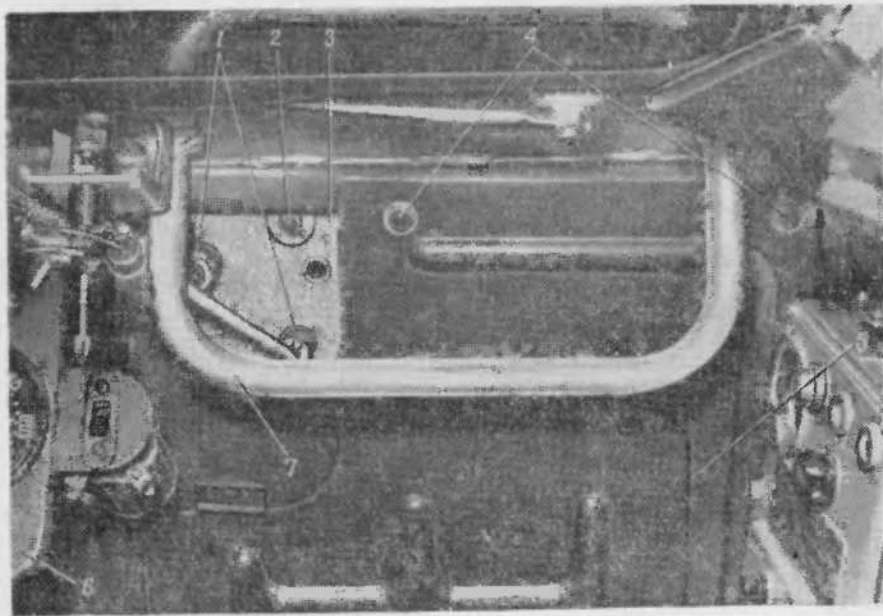

Рис. 95. Установка блока питания БТ-3-26:
1. Отвернуть болты крепления двух поликов под педалями управления машиной и защитной перегородки 5 (рис. 95) лебедки и снять их.